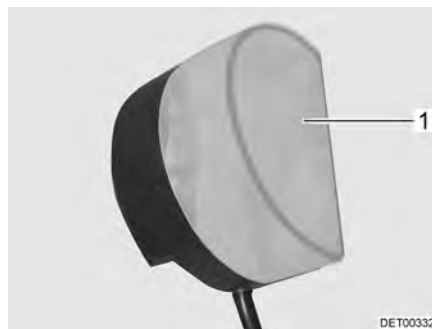

Bild 258 Klädskåpslampa
- Tryck ihop lampkåpan (Bild 258,1) lätt och tag av den.